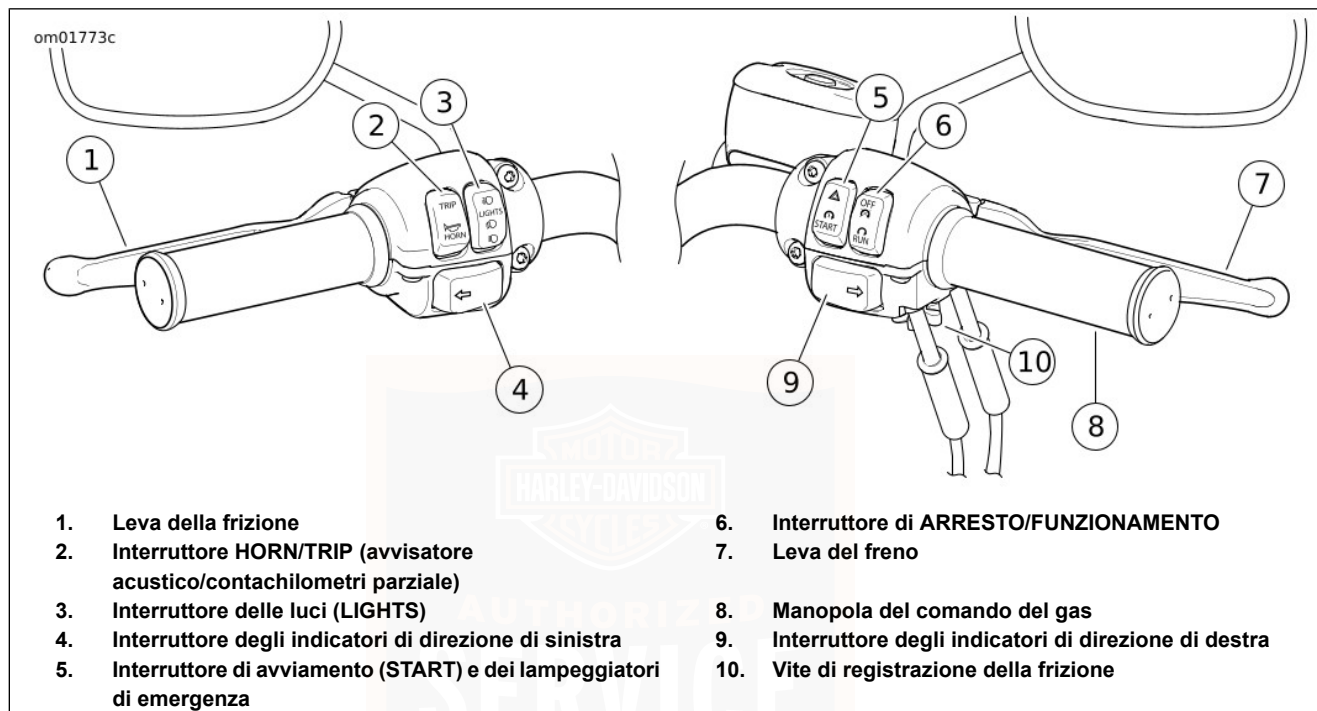

Figura 5. Comandi sul manubrio
Vedere Figura 5. L'interruttore del motorino di avviamento (5) si trova sul gruppo dei comandi del semimanubrio destro. Vedere FUNZIONAMENTO > AVVIAMENTO DEL MOTORE (Pagina 99).
2. Portare l'interruttore di ARRESTO/FUNZIONAMENTO del motore (6) sulla posizione di FUNZIONAMENTO.
Vedere Figura 5. L'interruttore di ARRESTO/FUNZIONAMENTO del motore (6) inserisce e disinserisce l'accensione del motore. L'interruttore di ARRESTO/FUNZIONAMENTO del motore si trova sui comandi del semimanubrio destro. Premere sulla parte superiore dell'interruttore di ARRESTO/FUNZIONAMENTO del motore per disinserire l'accensione ed arrestare il motore. Premere sulla parte inferiore dell'interruttore di ARRESTO/FUNZIONAMENTO del motore per abilitare l'avviamento ed il funzionamento del motore.
Vedere Figura 5. La manopola del comando del gas (8) si trova sul gruppo di comandi del semimanubrio destro e viene azionata con la mano destra.
Vedere Figura 5. Per ridurre l'affaticamento del pilota durante i viaggi lunghi, alla base del morsetto della manopola si trova una vite a molla di registrazione della frizione del comando del gas (10). La vite di registrazione della frizione del comando
Vedere Figura 5. La leva della frizione (1) si trova sul semimanubrio sinistro e viene azionata con le dita della mano sinistra.
AVVISATORE ACUSTICO: Vedere Figura 5. L'avvisatore acustico si aziona premendo l'interruttore HORN (avvisatore acustico) (2) che si trova sul comando del semimanubrio sinistro. È possibile azionare l'avvisatore acustico per 10 secondi alla volta. Se si tiene premuto l'interruttore più a lungo, l'avvisatore acustico si disattiva automaticamente.
Vedere Figura 5. Il commutatore della luce abbagliante/anabbagliante del faro anteriore (3) si trova sul semimanubrio sinistro.
Vedere Figura 5. Per attivare le luci degli indicatori di direzione di destra (9) o di sinistra (4), premere e rilasciare l'interruttore relativo. Le luci lampeggiano finché non vengano disattivati automaticamente o manualmente dal pilota.